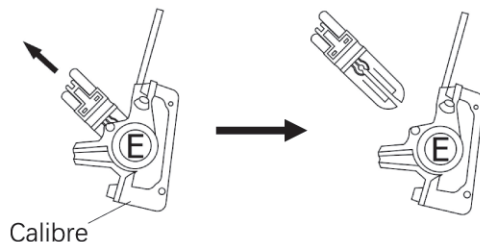

Figura 38-1.
a. Sacar las virutas de plástico de la pinza de freno, como se muestra en la Figura 38-1.